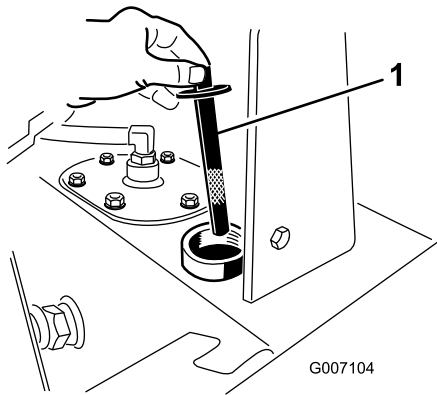

Figure 18
5. Vérifiez le niveau d'huile sur la jauge (Figure 18).